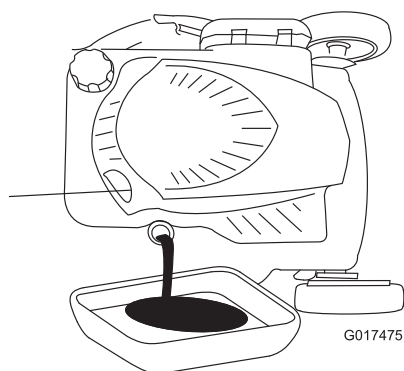

Figure 21
- Inclinez la machine sur le côté (jauge en bas) pour vidanger l'huile usagée par le goulot de remplissage (Figure 21).